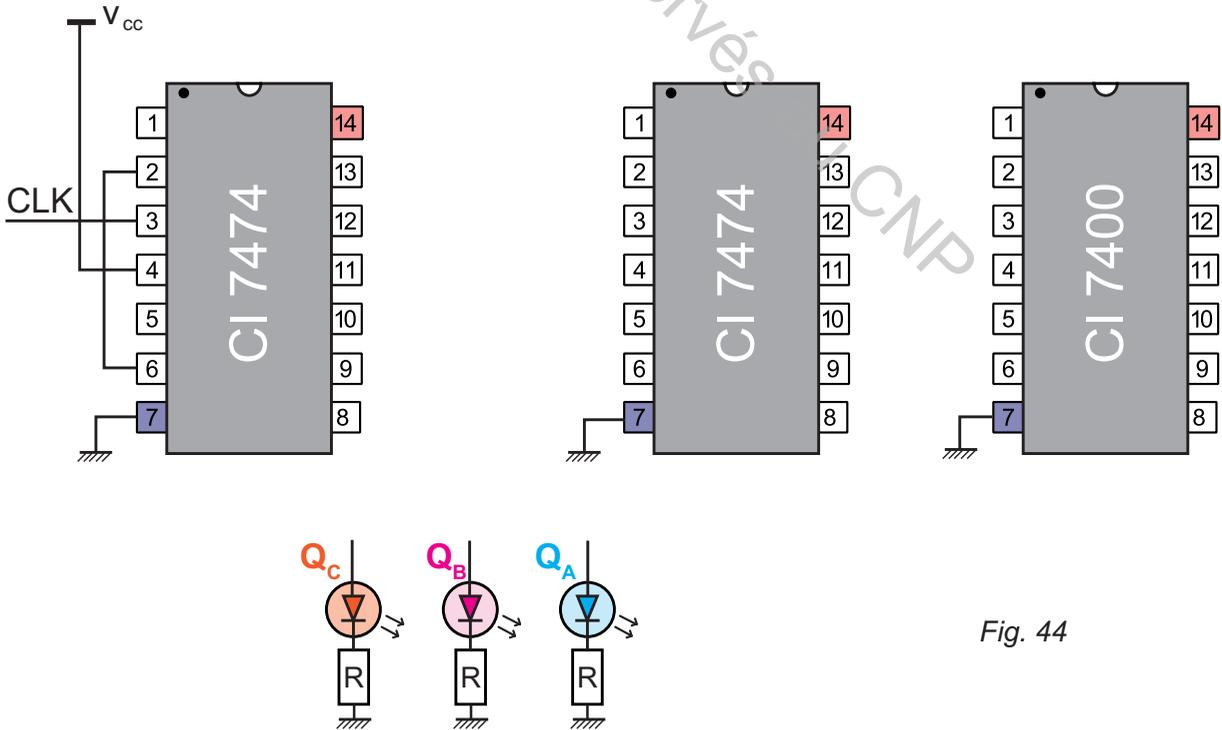

Fig. 44
- b. le schéma du circuit de ce compteur. Respecter le plan de pose de la figure 44.